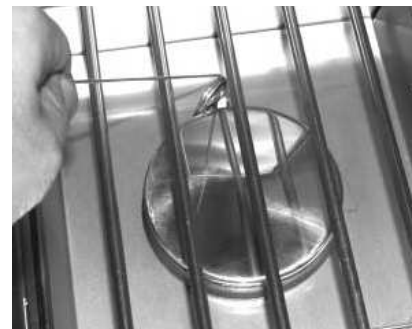

Fig. 20-2 - Éclairage manuel
2. Insérez un allumeur brûlant de butane de long-baril, une allumette brûlante de long-tige, ou une allumette brûlante tenue par un support de prolongation de fil par la grille à cuire s'ouvrant au brûleur (fig. 20-2). Tenez la flamme contre le bord du brûleur.
4. Si le brûleur ne se allume pas dans les cinq (5) secondes de tourner le bouton de commande, enfoncez immédiatement le bouton et tournez la valve à AU LOIN. ATTENDEZ CINQ (5) MINUTES avant de répéter les étapes 2 à 4 des instructions manuelles d'éclairage.